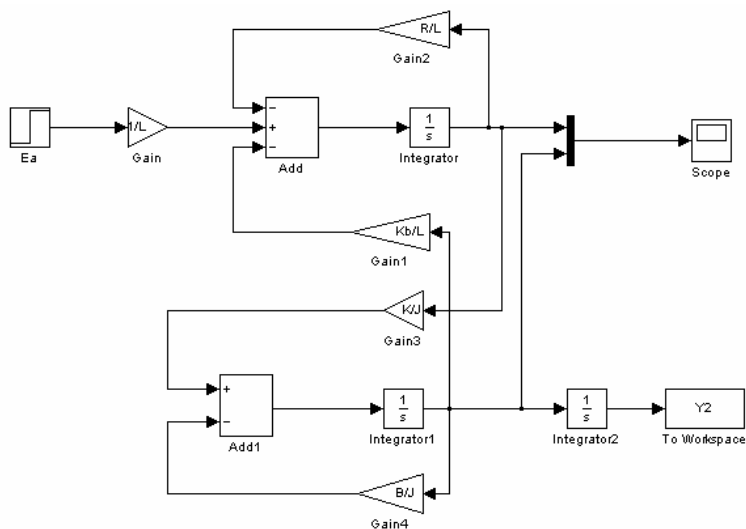

图 2-8 模型图
(2) 根据式(2-3)、式(2-4)、式(2-5)，在 Smulink 建立模型图（见图 2-8）。